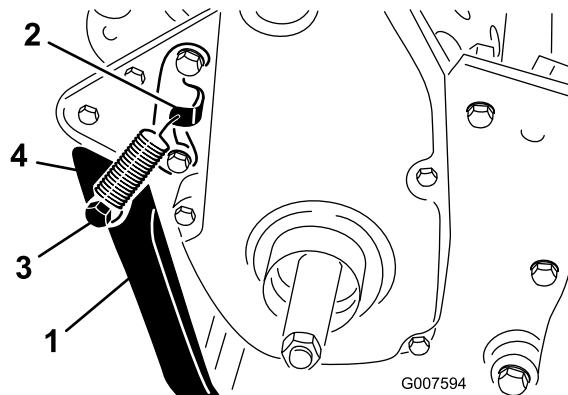

Figure 5
1. Accrochez le ressort au trou de la patte d'accrochage du ressort et sur le dispositif de retenue, et alignez les trous de montage de la béquille sur ceux du bâti arrière (Figure 5).
2. Montez la béquille de chaque côté du bâti à l'aide d'un boulon, d'une rondelle-frein, d'une entretoise, d'une rondelle plate et d'un contre-écrou (Figure 5).